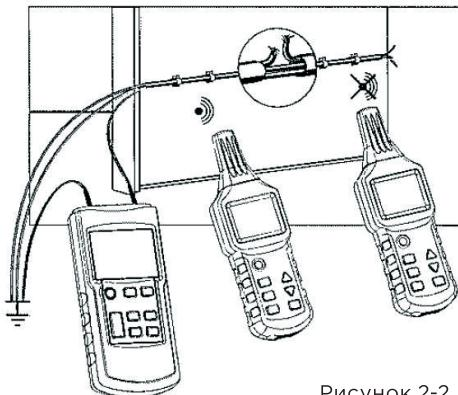

Рисунок 2-2
В данном примере воспользуйтесь куском экранированного кабеля с площадью поперечного сечения 1,5 мм². Временно закрепите 5 м этого кабеля на стене на уровне глаз с помощью пластмассовых скоб на гвоздях. Удостоверьтесь, что к стене имеется доступ с обеих сторон. Создайте искусственный разрыв на расстоянии 1,5 м от конца кабеля. Концы линии должны быть открыты. Зачистите разорванный провод на конце экранированного кабеля и подсоедините его с помощью измерительных проводов к гнезду (10) передатчика. Подключите гнездо (11) передатчика к подходящему заземлению. Все прочие провода кабеля также должны быть подсоединенны к передатчику и через то же заземление (см. Рисунок 2-2).